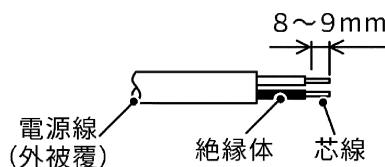

図1 電源線皮むき寸法
- ①電源線の被覆を端子台カバーのストリップゲージに合わせてむいてください。(図1・図2)